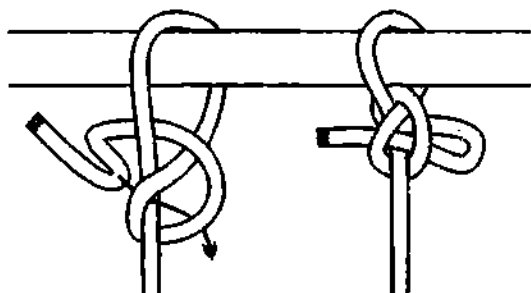
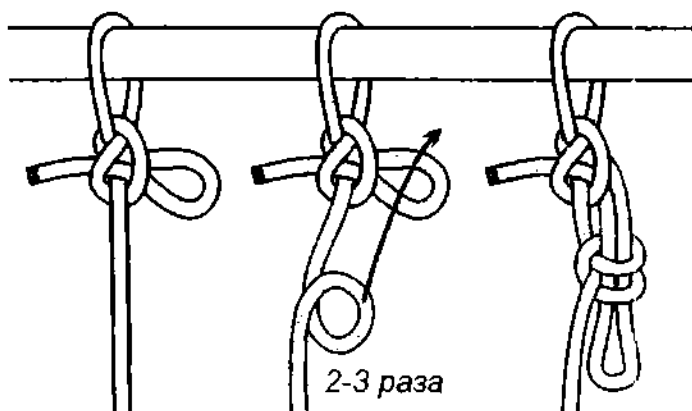

Рис. 532. Быстроразвязывающийся затягивающийся обратный штык.
Рис. 533. Быстроразвязывающийся затягивающийся обратный штык, усиленный полуштыками.
*Затягивающийся обратный штык* можно превратить в быстроразвязывающийся узел, связав его с петелькой (рис. 532), а если на петельку накинуть 2-3 полуштыка, то узел становится сверхпрочным и безопасным (рис. 533).